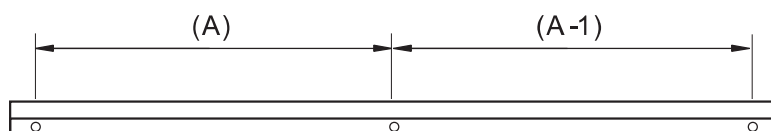

Fig. 1
- 1.2 Una vez elegida la posición del armario con espejo, compruebe que la pared es sólida, mida la distancia de los orificios (A, A-1) en la barra de aleación de aluminio con una cinta métrica y márquela en la pared con un lápiz (Fig. 1).